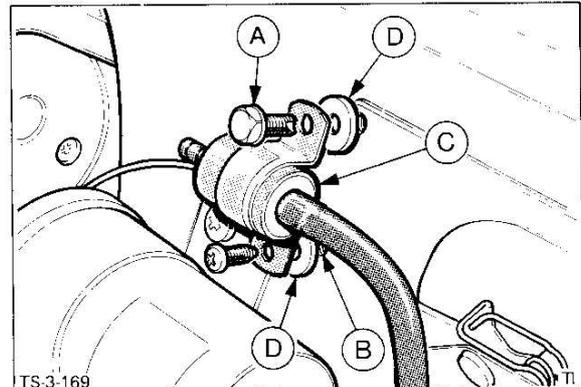

Abb. 1 A = Befestigungsschraube der Abdeckung-Wischeranlage
- o linke obere Befestigungsschraube der Abdeckung-Wischeranlage entfernen, A in Abb.1.
- o Schraube zusammen mit dem Magnetventil leicht eindrehen. Position der anderen Schraube kennzeichnen und ein Loch mit einem Durchmesser von 4 mm bohren, B in Abb.1.
- o Magnetventil mit der oberen Befestigungsschraube der Abdeckung-Wischeranlage und mit einer selbstschneidenden Schraube an der Abdeckung-Wischeranlage befestigen. Zwischen der Abdeckung und dem Magnetventil muß eine Unterlegscheibe zugefügt werden, D in Abb.1.